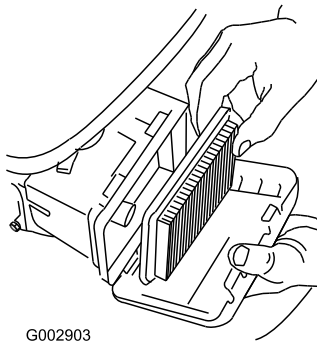

**Figura 37**
1. Presione hacia abajo los cierres de la parte superior de la tapa del limpiador de aire (Figura 37).